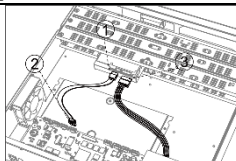

Figure 2-6 Connectez le câble
Step 3 Connectez le câble de données et le câble d'alimentation. Reportez-vous à Figure 2-6.